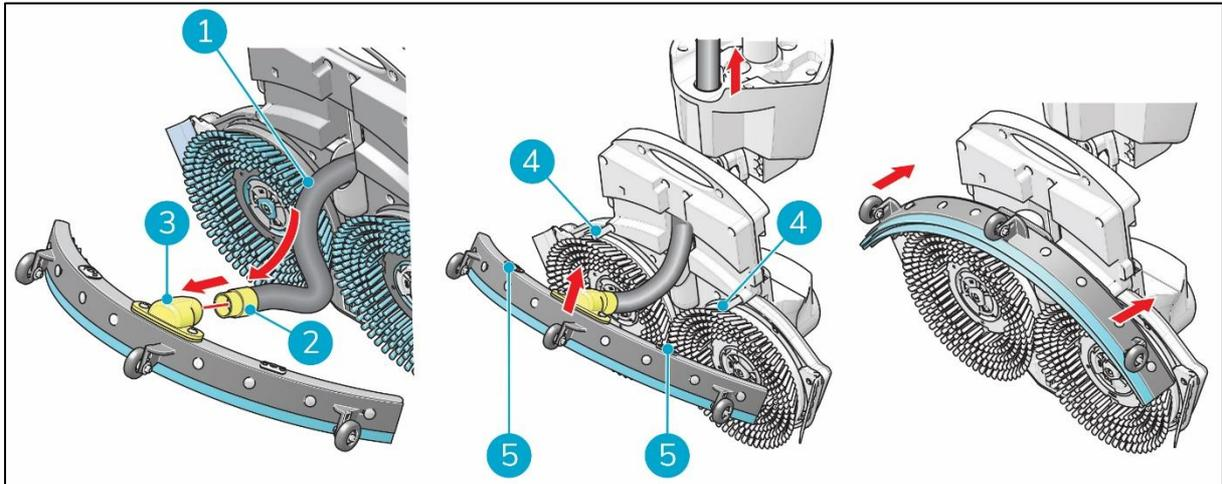

Figure 9
1. Prendre le tuyau d'aspiration (Figure 9, pos 1).
2. Insérer le connecteur du tuyau (Figure 9, pos 2) dans la raclette (Figure 9, pos 3).
3. Tourner le raccord de tuyau d'un quart de tour pour qu'il soit bien ajusté (Figure 9, pos 2).
6. Alignez les goupilles sur le pont de lavage (Figure 9, pos 4) avec les trous de la raclette (Figure 9, pos 5).